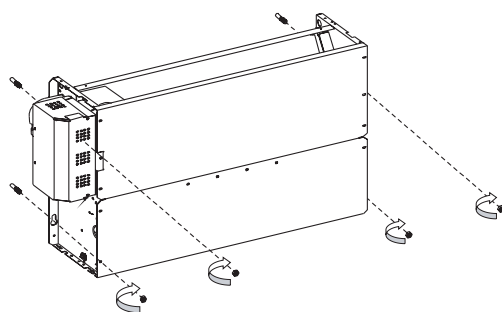

Рис. 4-19
2) Закрепите устройство, вкрутив четыре винта в дюбели, установленные в стену (см. рис. 4-19).